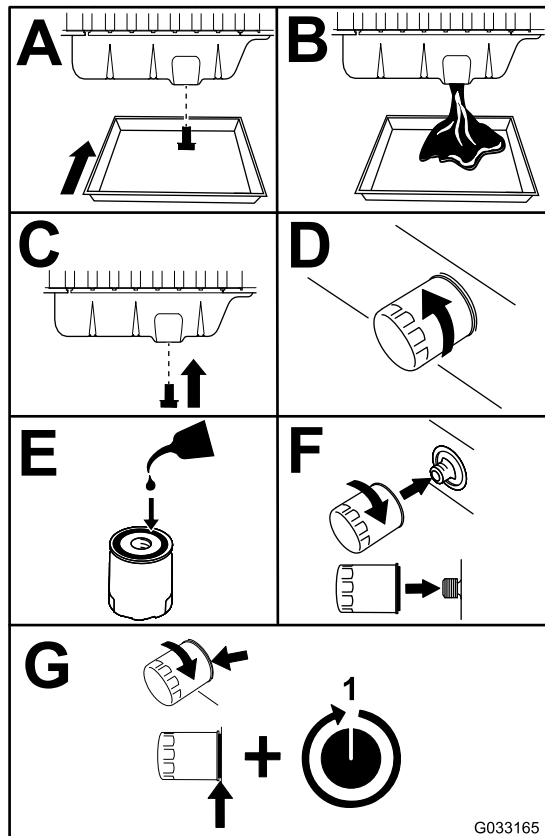

Figura 71
3. Substitua o filtro e o óleo do motor (Figura 71).